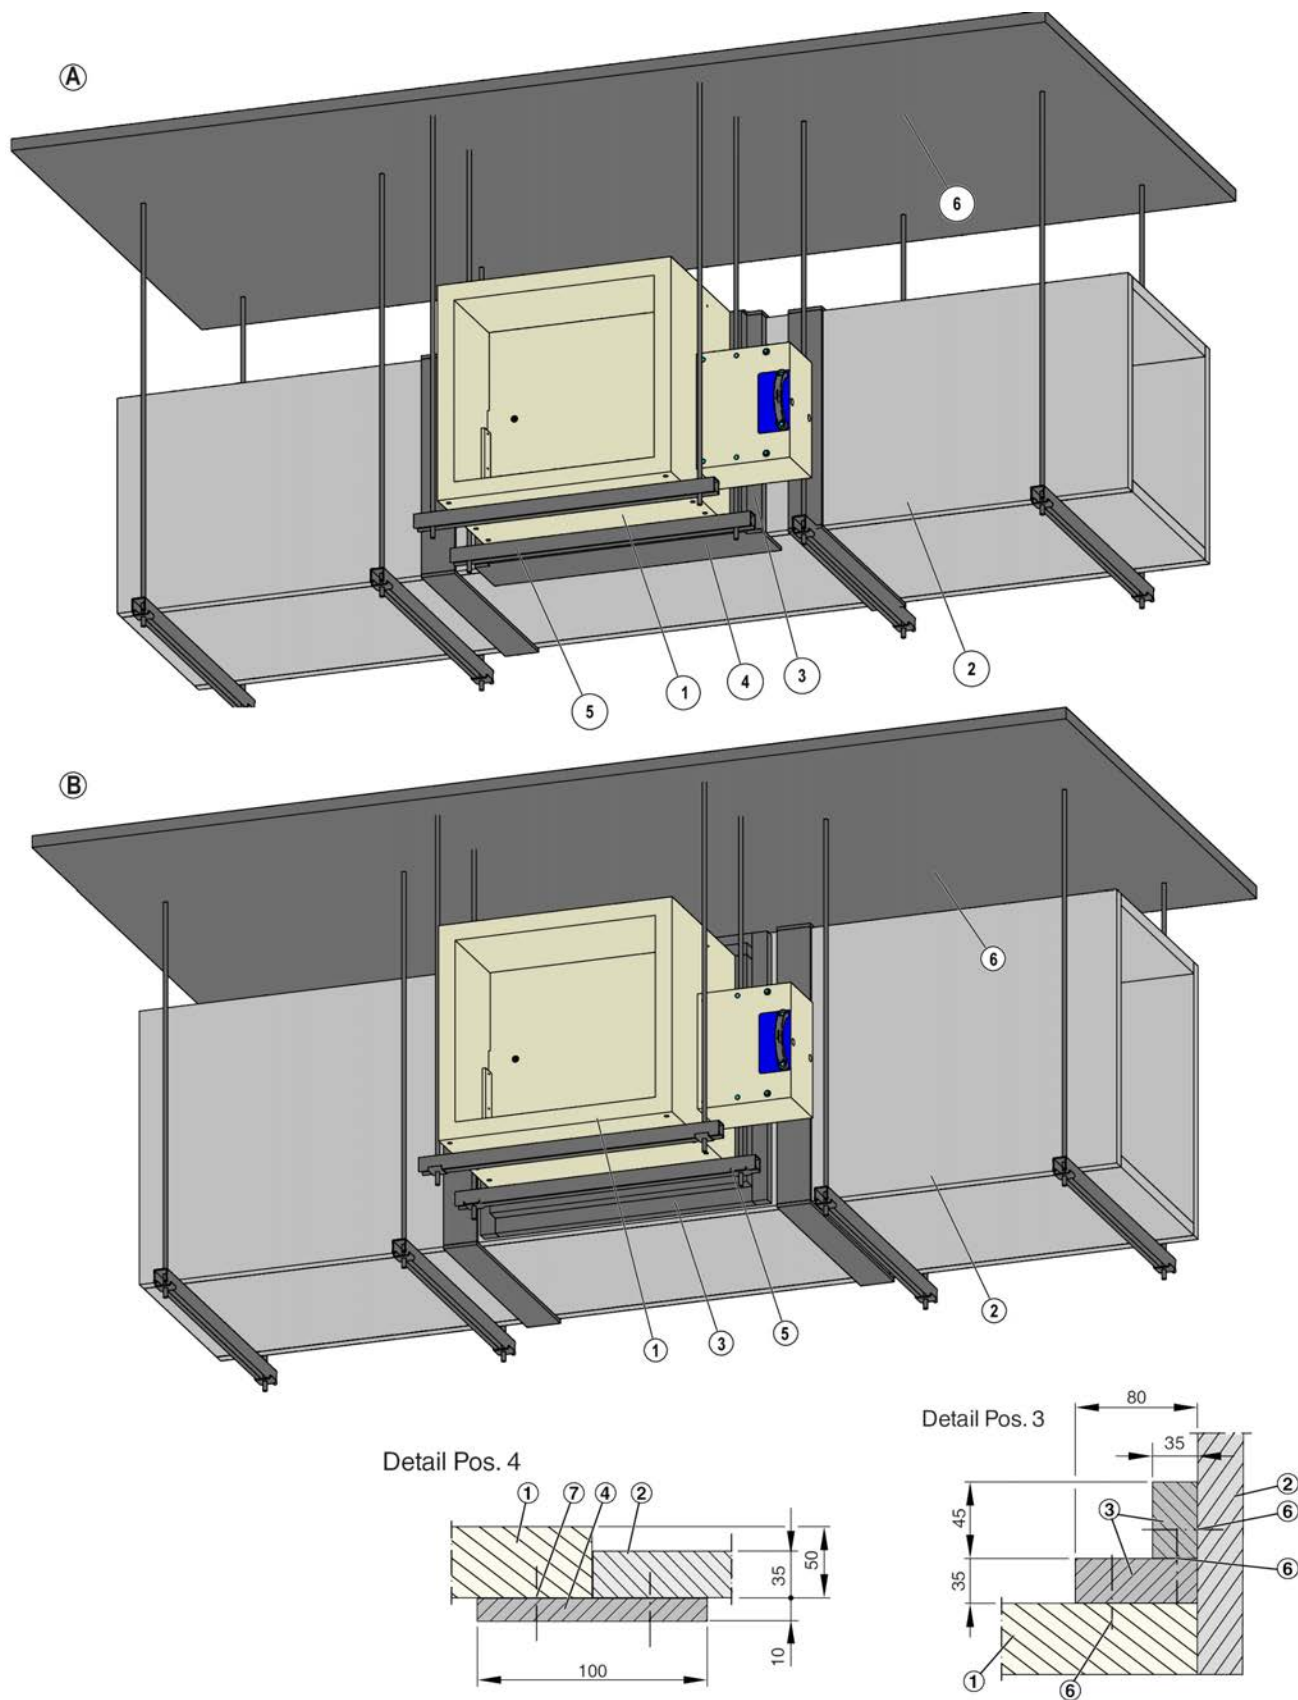

Fig. 21: Instalación horizontal en conductos para extracción de humo, índice de clasificación:  $v_{ed}$
3. ▶ Conectar el conducto para extracción de humo a la compuerta mediante una sección en ángulo ( Fig. 21 /3) entre el conducto y la compuerta. Aplicar pegamento en las juntas de las secciones en ángulo, en los conductos para extracción de humo y en la compuerta para control de humo, unir las partes con grapas de acero, a una distancia de  $\leq 150 \text{ mm}$ .